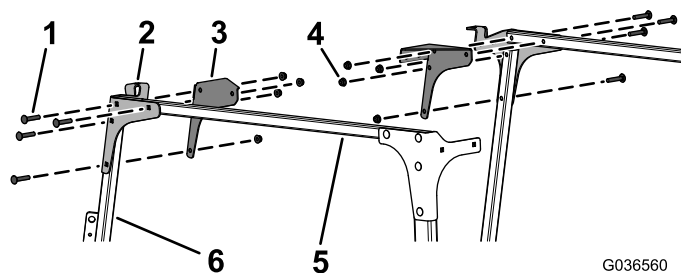

Рисунок 9
8. Установите, не затягивая, левую и правую передние пластины и угловые вставки на поперечные трубки, а также на левую и правую опоры ветрового стекла, используя 8 каретных болтов (5/16 x 1-3/4 дюйма) и 8 фланцевых гаек (5/16 дюйма), как показано на Рисунок 9.